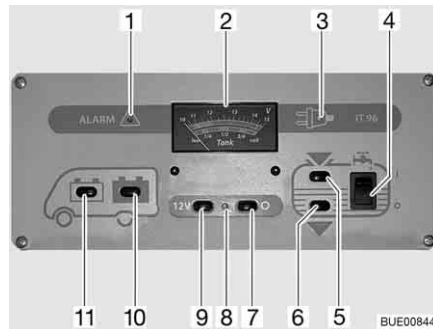

Bild 150 Panel IT 96-2
Med huvudbrytaren 12 V (Bild 150,7 och 9) kopplas panelen och bodelens 12 V-försörjning till eller från.
Slå på: ■ Tryck på knappen (Bild 150,9) "12 V": 12 V-försörjningen för bodelen är påslagen. Kontrollampen (Bild 150,8) lyser grönt.
Slå från: ■ Tryck på knappen (Bild 150,7) "O": 12 V-försörjningen för bodelen är avstängd. Kontrollampen (Bild 150,8) slocknar.
Med instrumentet V/tank (Bild 150,2) avläses den övre skalan. Instrumentets belysning tänds automatiskt när en knapp trycks in.
- Tryck på knappen (Bild 150,11) "🔋": Startbatteriets spänning visas.
- Tryck på knappen (Bild 150,10) "🔋": Bodelsbatteriets spänning visas.
På instrumentet V/tank (Bild 150,2) avläses den undre skalan. Instrumentets belysning tänds automatiskt när en knapp trycks in.
- Tryck på knappen (Bild 150,5) "": Vattenvolymen visas.
- Tryck på knappen (Bild 150,6) "": Avloppsvattenvolymen visas.
- Vippkontakten (Bild 150,4) trycks in upptill "I": Vattenförsörjningen är aktiverad.
- Vippkontakten (Bild 150,4) trycks in nedtill "O": Vattenförsörjningen är avstängd.
Den röda varningslampan "ALARM" (Bild 150,1) blinkar så snart spänningen i bodelsbatteri har sjunkit till under 11 V (mätning under pågående drift) och risk för djupurladdning föreligger.
Kontrollampan 12 V (Bild 150,8) lyser då huvudbrytaren 12 V (Bild 150,9) är inkopplad.
Den gula 230 V-kontrollampan (Bild 150,3) lyser när nätspänningen ligger på el-blockets ingång.